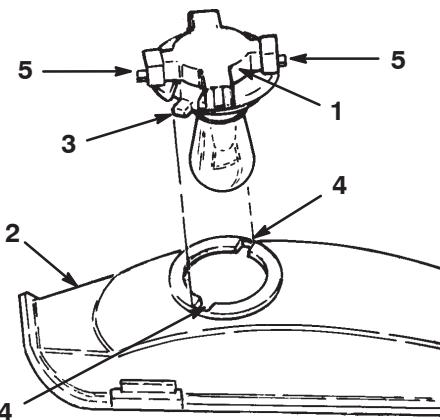

Bild 25
7. Drehen Sie die Birnenfassung um 1/4 Umdrehung entgegen dem Uhrzeigersinn und nehmen die Birne aus dem Reflektor (Bild 25).
3. Richten Sie die Nasen an der Birnenfassung mit den Schlitten im Reflektor aus (Bild 25).